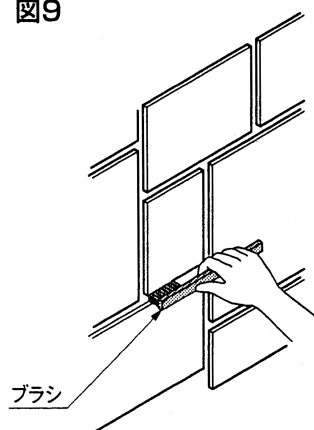

図11
- ⑤ 付属のブラシで目地にそうようにブラシをかけて仕上げてください。(図11参照)